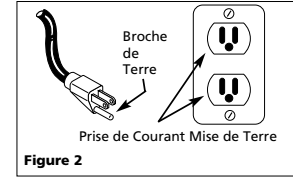

Figure 2
1. Ce produit est conçu pour l'utilisation d'un circuit de 120 volts et a une fiche de mise à la terre comme celle indiquée sur la Fig. 2. Assurer que le modèle est branché à une prise de courant qui a la même configuration que la fiche. Ne pas utiliser un adaptateur avec ce produit. Ce produit doit être mis à la terre. Dans l'événement d'un court-circuit, la mise à la terre diminue le risque de secousse électrique en fournissant un fil d'échappement pour le courant électrique. Ce produit est équipé avec un cordon qui a un fil de terre avec une fiche de terre. Le cordon doit être branché dans une prise de courant qui a été installée et mise à